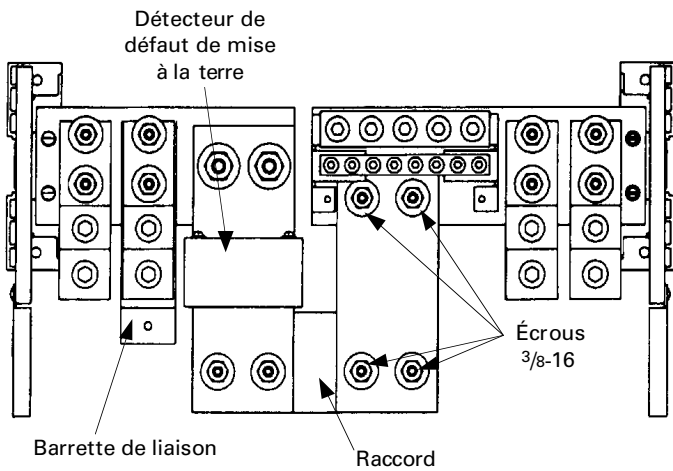

Figure 4. Neutre 800–1200 A avec détecteur de défaut de mise à la terre.
- 800-1200 A : Desserrer les écrous 3/8-16 (Fig 4) et enlever la bretelle de raccordement. Après l'essai, remonter et serrer au couple de 14 lb-pi.